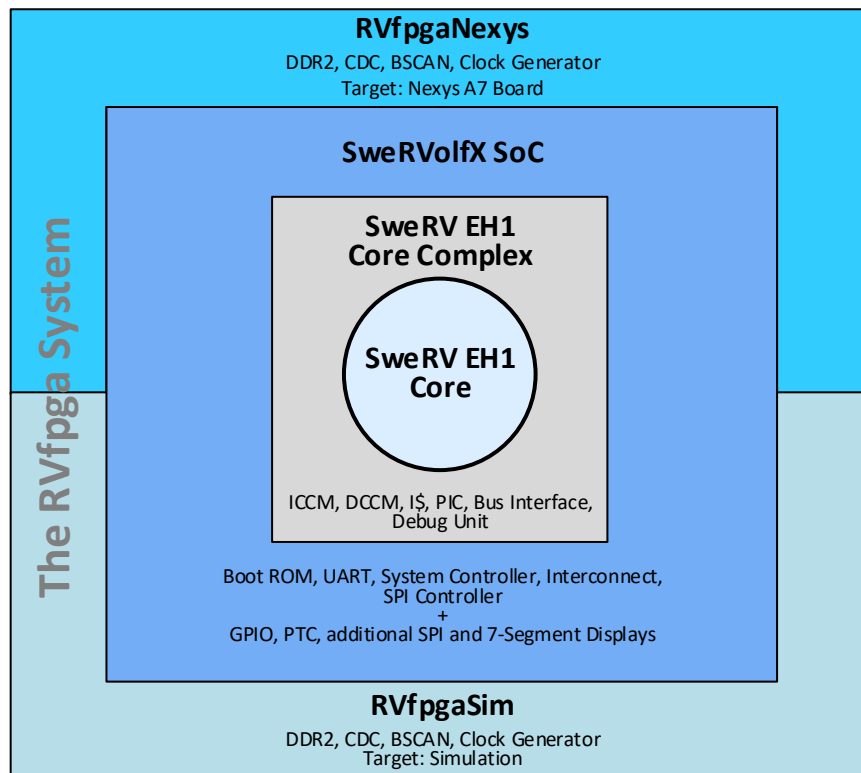

Figure 1. RVfpga System 계층 구조
- Added new Figure 1 and Table 1 in the GSG describing the RVfpga System
**주의사항:** 시작하기 전에 Imagination 의 University Program 에서 다운로드한 **RVfpga** 폴더를 Ubuntu/Windows/macOS 컴퓨터에 복사합니다. RVfpga 폴더를 [RVfpgaPath]로 배치하는 디렉토리의 절대 경로를 참조합니다. RVfpga 에는 5 개의 폴더가 있습니다. (1) **예제:** 이 가이드를 사용하는 동안 실행할 예제 프로그램, (2) **src:** RVfpga 시스템용 (Figure 1) 소스 코드 (Verilog 및 SystemVerilog) 포함, (3) **verilatorSIM:** 시뮬레이션 실행을 위한 스크립트 포함 Verilator 의 RVfpgaSim, (4) **driversLinux\_NexysA7:** Nexys A7 FPGA 보드용 Linux 드라이버가 포함되어 있고 (5) **Labs:** RVfpga Labs 1-10 에서 사용할 프로그램이 포함되어 있습니다.